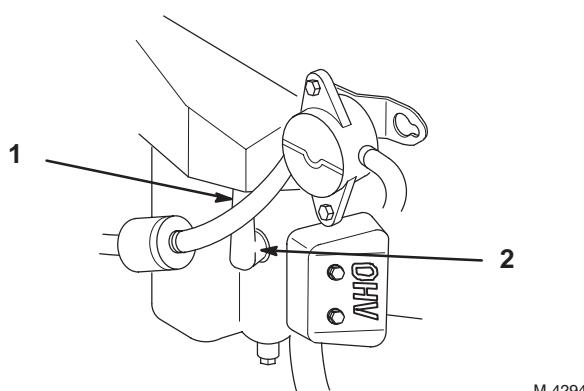

Bild 22
2. Ziehen Sie den/die Kerzenstecker von der(n) Zündkerze(n) (Bild 22). Reinigen Sie den Bereich um die Zündkerze(n), um zu verhindern, dass Schmutz in den Motor fallen und Schäden verursachen kann.
3. Drücken Sie den/die Kerzenstecker auf die Zündkerze(n) auf (Bild 22).